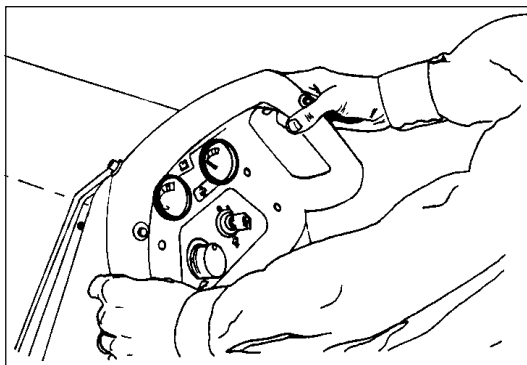
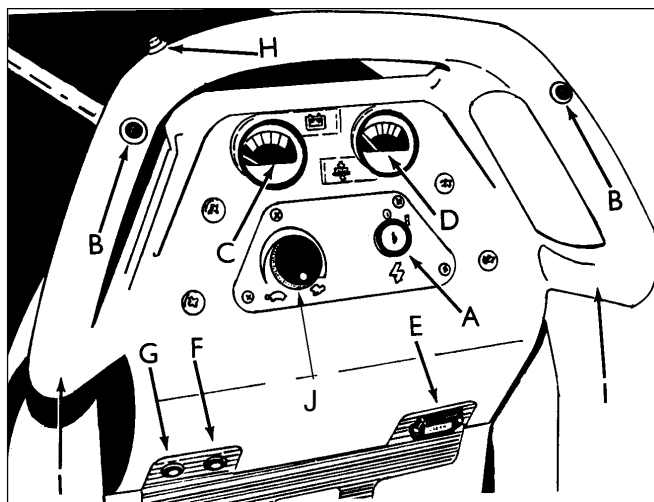

Figure 26
Figure 27
4. Hold the control handles as shown in figure 26.
5. When either the right or left forward/reverse switch (figure 27, item "B") is pushed in, the pad motor will start and the traverse motor will propel the machine forward.
6. Control the speed of traverse by using the speed control knob. See figure 27, item "J".
8. To reverse the machine, push in the reverse switch (figure 27, item "H") and either the right or left forward/reverse switch (figure 27, item "B") at the same time.
10. When you stop the machine, be sure to turn off the key switch (figure 27, item "A") and set the parking brake.
4. Placez vos mains sur les poignées de commande comme indiqué à la figure 26.
5. Lorsque vous poussez sur l'interrupteur avant/ arrière de gauche **ou** de droit (figure 27, item "B"), le moteur du disque démarre et le moteur de traction fait avancer la machine.
6. Contrôlez la vitesse de la machine en utilisant le sélecteur de vitesse. Voir figure 27, item "J".
8. Pour la marche arrière, enfoncez l'interrupteur de marche arrière (figure 26, item "H") et, en même temps, **soit** l'interrupteur avant/arrière de droite, **soit** celui de gauche (figure 27, item "B").